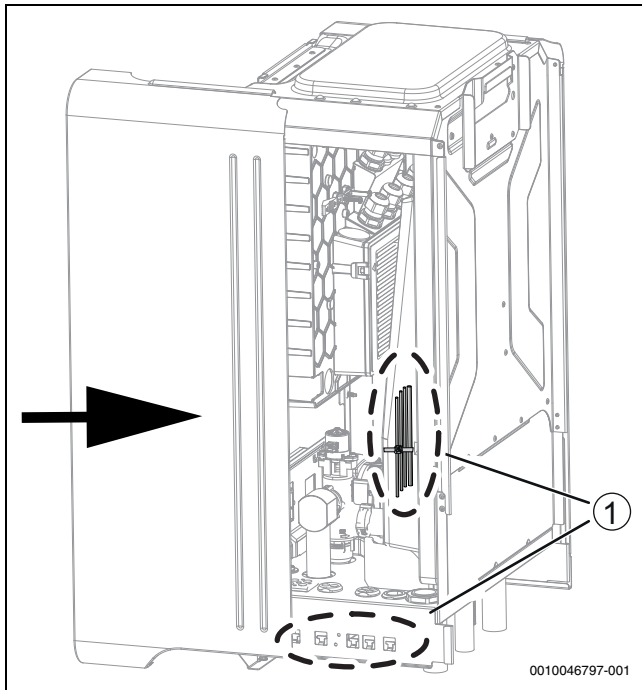

Bild 29 Schieben Sie die Seitenabdeckung an ihren Platz
- ▶ Achten Sie darauf, dass keine Kabel zwischen der Seitenabdeckung und dem Aufbau eingeklemmt werden (→Abbildung 29 [1]).